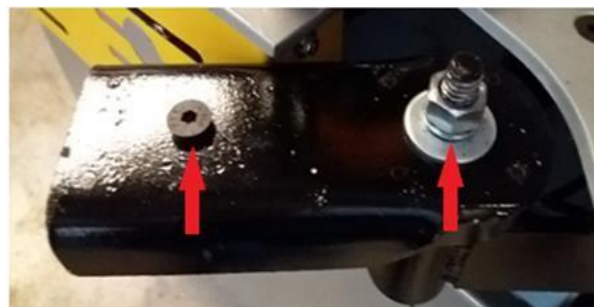

Figura 9 - Fixação do coleiro 2
- Retire a porca, arruelas e parafuso do suporte, conforme **Figura 9**;